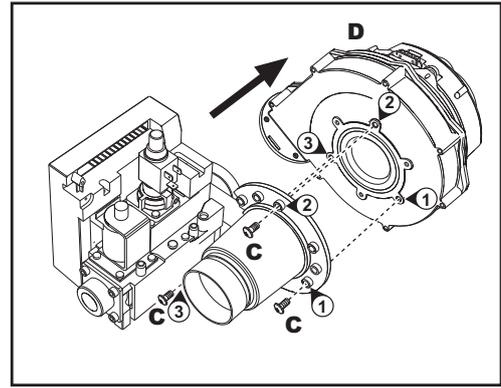

fig. 52 - modello FUTURIA POWER 125 - 250
6. Svitare le viti "C" e staccare il ventilatore "D" (fig. 52 - solo modello FUTURIA POWER 125 - 250)